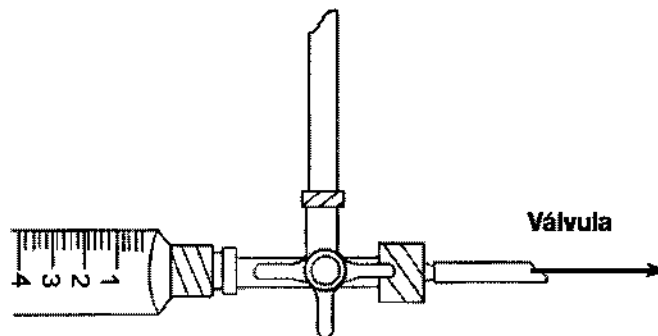

Figura A-2
5. Ajuste la llave de paso para conectar la jeringa al conjunto de válvula (figura A-2).